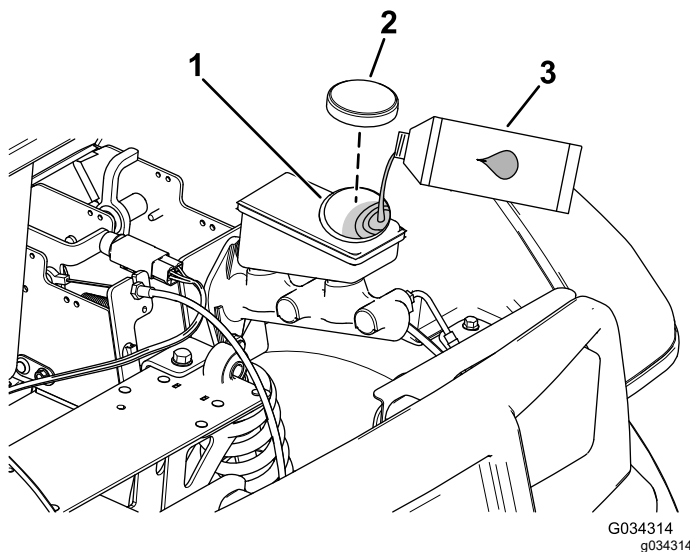

Figura 60
2. Eleve el capó para acceder al cilindro del freno principal y al depósito (Figura 60).
- A. Limpie la zona alrededor del tapón del depósito y retire el tapón (Figura 60).
- C. Coloque el tapón del depósito (Figura 60).